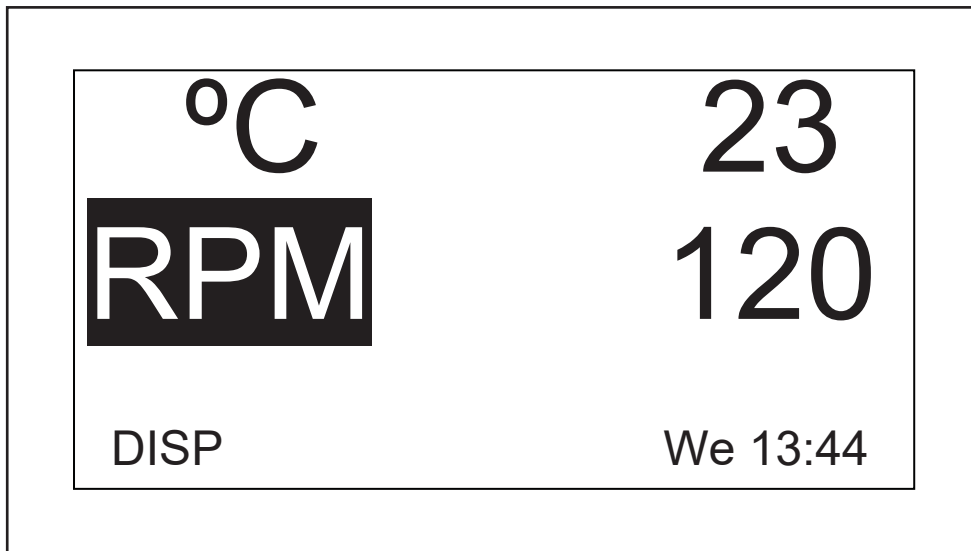

Abb. 9-1: Angezeigten Parameter ändern
1. Markieren Sie mit dem Bedienknopf den Parameter, den Sie ersetzen möchten. In diesem Beispiel ersetzen wir *RPM* (siehe Abb. 9-1 auf S. 50).